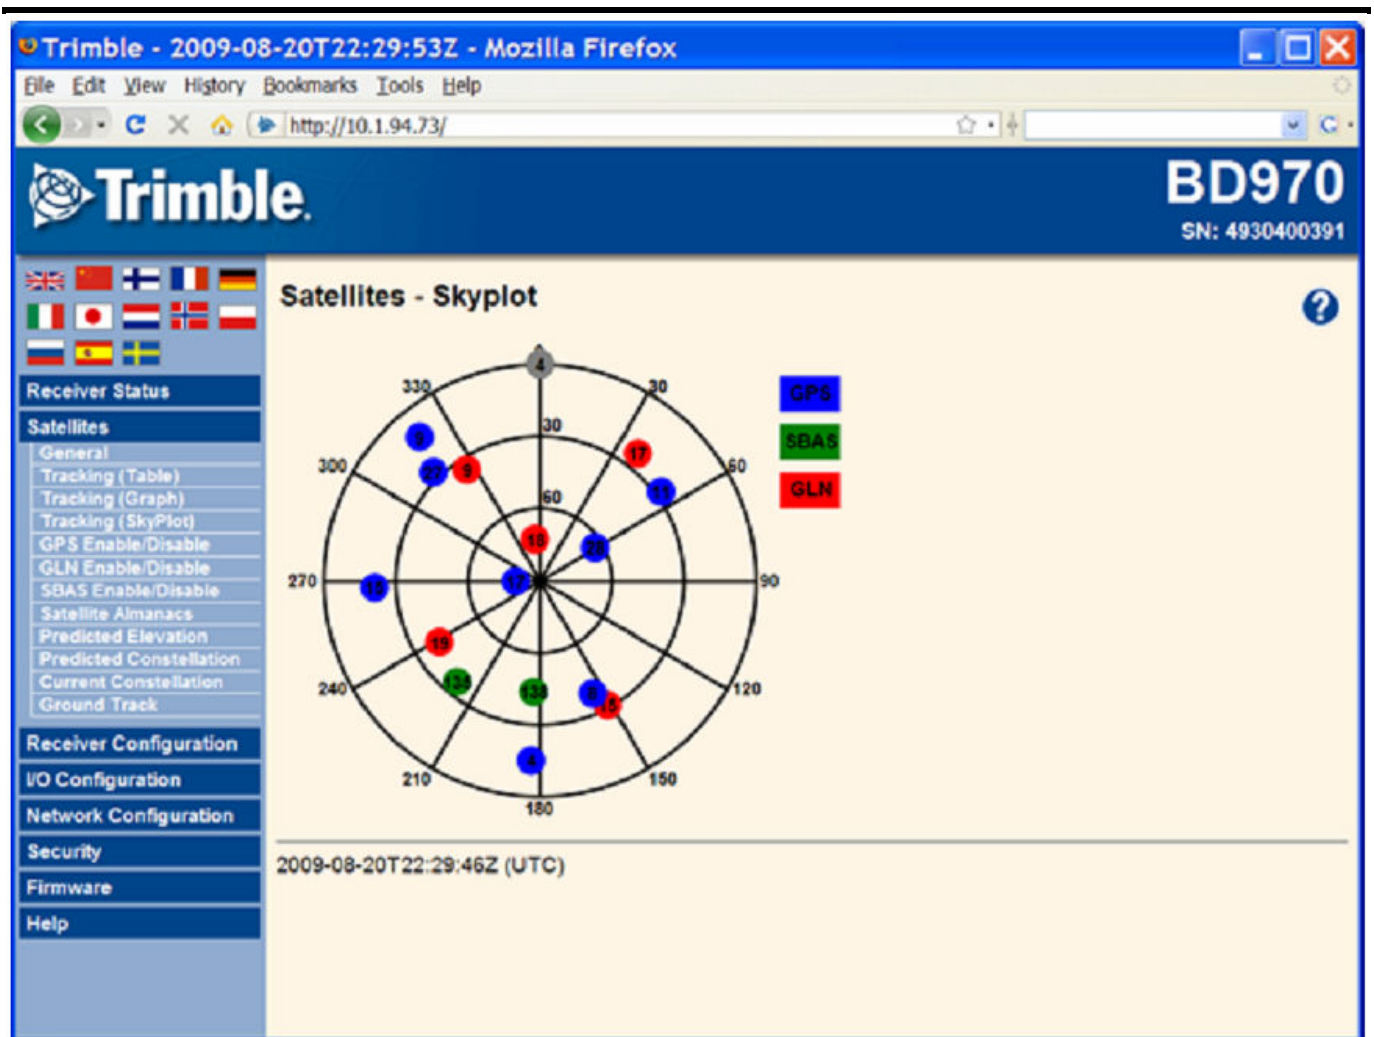

Рисунок 2.5. Спутники.
2.4.5.3 По истечении времени, необходимого для инициализации приемника, в окне «SatelDites» (рисунок 2.5) отобразятся видимые спутники.